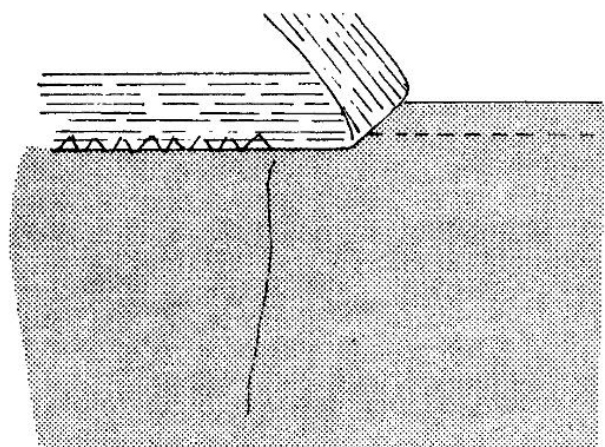

Рис. 275
6. Приколите резинку на лицевой стороне изделия так, чтобы ее край чуть покрывал ориентировочную строчку. Совместите отметки. Притачайте резинку к изделию прямой строчкой или «зигзагом» (Ш, 2—Д, 2). Если используете прямые стежки, растягивайте ткань вместе с резинкой в процессе строчки. (рис. 275).